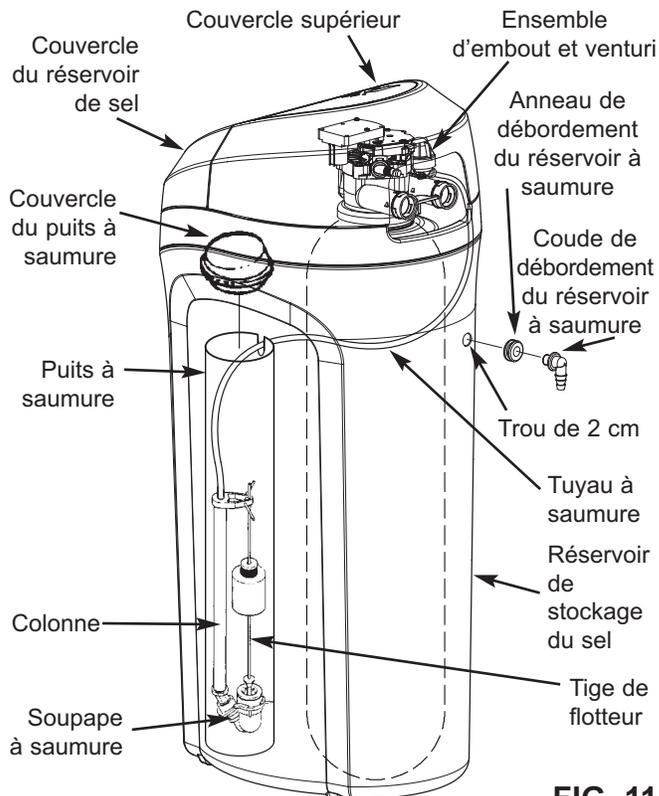

FIG. 11
1. Les modèles EcoPure sont assemblés à l'usine. Lors de l'installation, dégarez et enlevez le couvercle supérieur, ensemble avec le couvercle du réservoir de sel, pour exposer la soupape de l'adoucisseur. Placez-la de côté pour éviter de l'endommager. Vérifiez que le puits à saumure est bien fixé et vertical (consultez la figure 11).